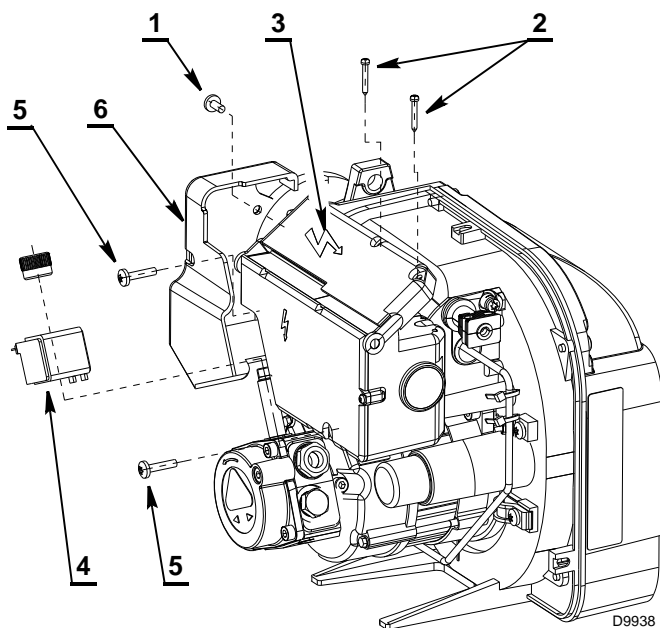

Fig. 15
- skru skrue 1) (Fig. 15) ud og fjern afskærmningen 6 af spolen 4,